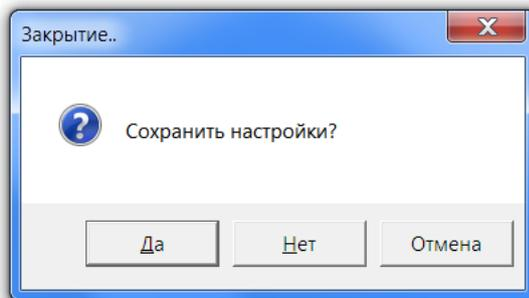

Рис. 1.9. Окно закрытия настроек «Арос-Сервер»
11. Выберите «Да» в окне закрытия настроек «Арос-Сервер» (рис. 1.9)